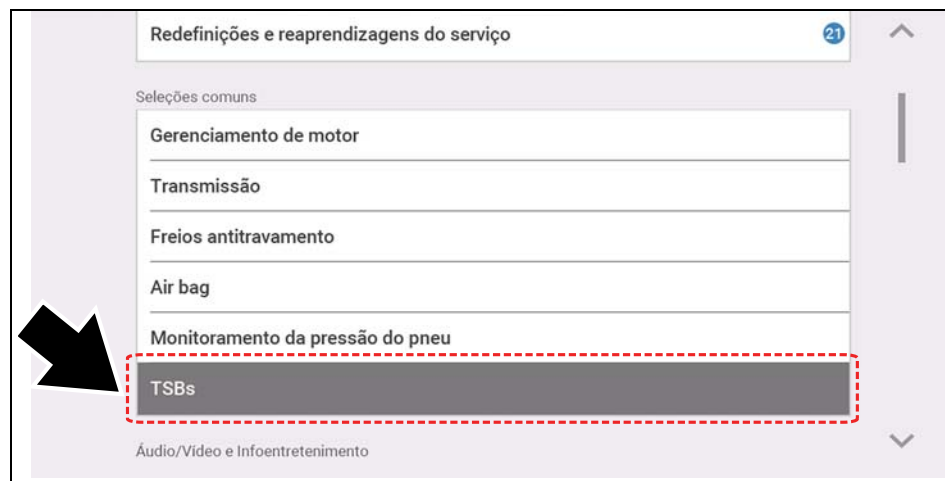

Figura 9-4
1. Em uma sessão atual do Scanner, selecione **TSBs** no menu Sistema (Figura 9-4).